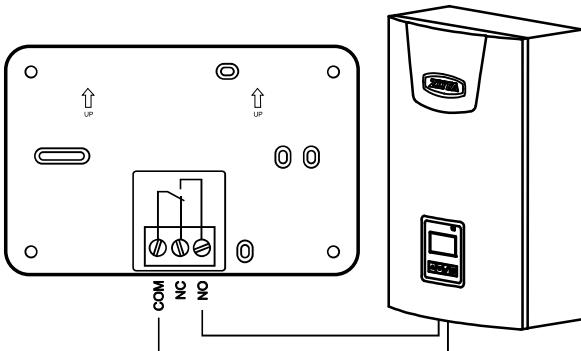

Рис.2 Схема подключения терморегулятора.
6.4. Ручной режим позволяет поддерживать температуру, ранее установленную с помощью кнопок + или -. Во время установки температуры загорается надпись **SET** на дисплее. При снижении температуры воздуха в помещении ниже установленной, размыкается контакт NC и замыкается контакт реле NO (см. Рис.2). При этом на дисплее загорается символ , нагрев включен.